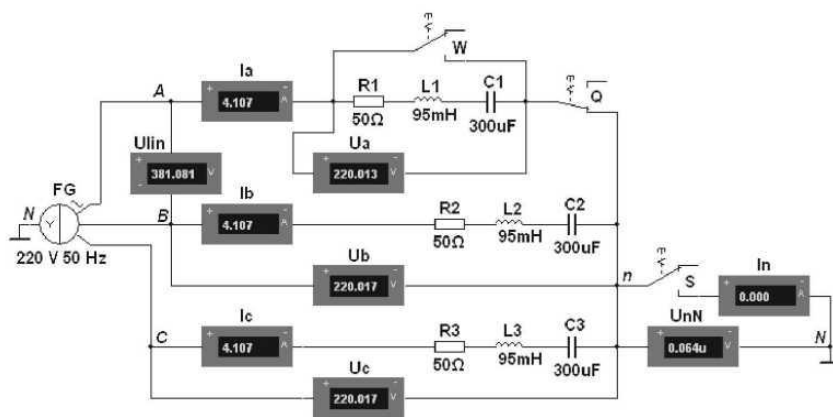

Рис. 11.4
Задание 1. Собрать на рабочем поле среды Multisim схему (рис. 11.4) для исследования трехфазной цепи в различных режимах ее работы при соединении источника и приемника по схеме звезда-звезда.
– ЭДС фазы $E_{\phi} = 220 \text{ В}$ и частоту $f = 50 \text{ Гц}$ трехфазного источника напряжения **FG** (рис. 11.4);